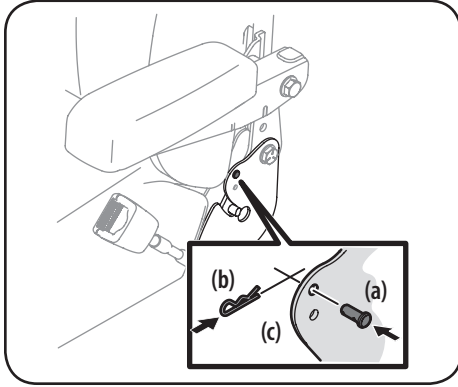

Figure 2-10
6. Faites basculer le siège vers l'avant jusqu'à ce que la plaque de support (a) se trouve sous l'axe de chape (a). Réinsérez la goupille fendue (b) pour fixer le siège en place. Voir Figure 2-10.